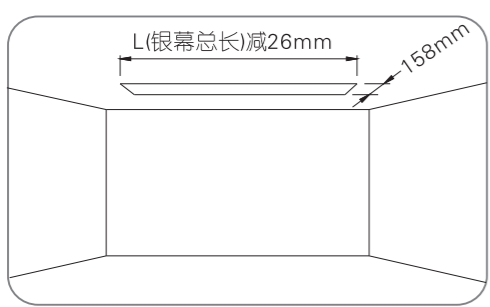
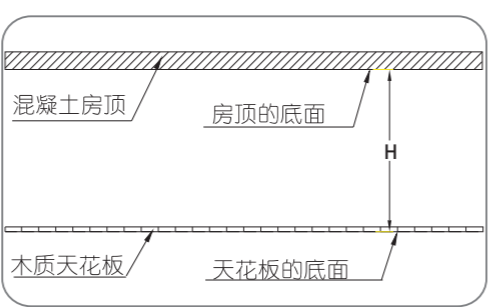

图1
图2
1.选定安装银幕的位置，在该处的天花板上锯开一个长方形的槽,其尺寸按图1所示；准确测量混凝土房顶的底面到天花板的底面高度距离H（图2）